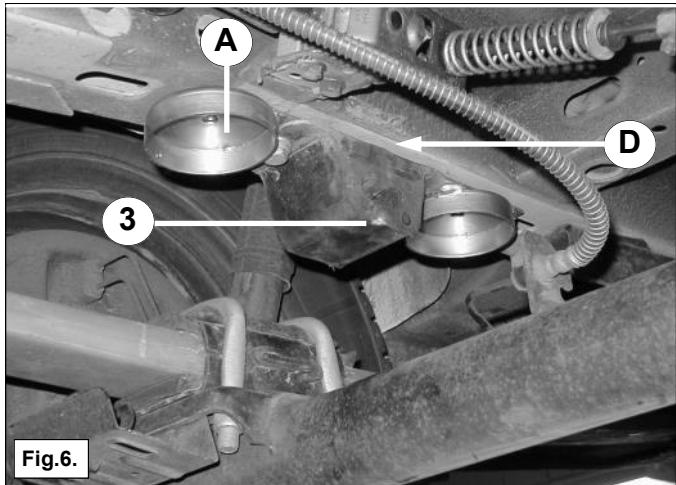

Fig.6.
2. Demontieren Sie den Puffer **3**. Siehe Fig. 6.
- Démontez le tampon 3. Cf. fig. 6. Montez la plaque de calage D, le support du ressort A et le tampon 3.